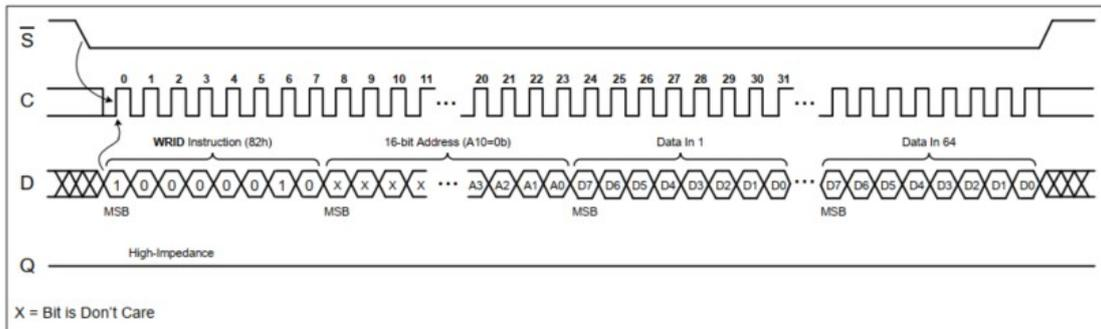

图 4-10 写入标识页
WRID 指令定义为先驱动低电平的芯片选择信号。然后，指令字节 (82h)、地址字节和至少一个数据字节的位在串行数据输入 (D) 上移入。地址位 A10 必须为 0。高位地址位不重要，低位地址位 A5:A0 地址位定义标识页内的字节地址。通过在输入数据的字节边界处驱动芯片选择高电平来终止指令 (见图 4-10)。如果标识页未在只读模式下锁定，则芯片选择上升沿触自动定时写入周期，该周期持续 tWC。